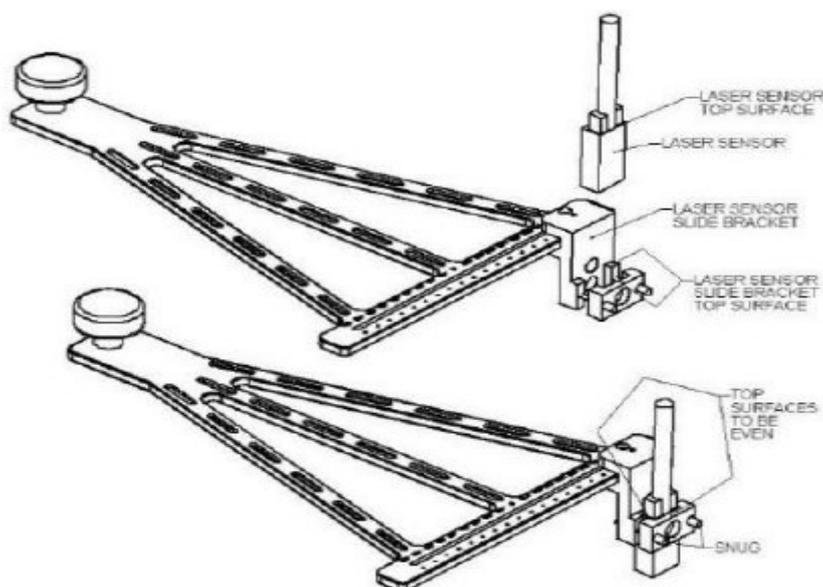

Figura 59. Montagem do sensor de potência do laser no suporte deslizante.
- Insira o sensor de potência do laser, no suporte deslizante do sensor de laser de modo que fique nivelado com a superfície superior do suporte conforme a Figura 59. Em seguida aperte os parafusos de aperto manual até que o sensor de potência do laser esteja preso no suporte.